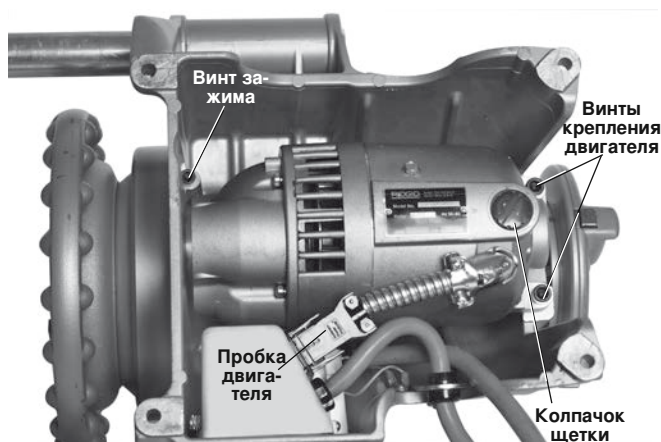

Рис. 32 — Снятие крышки электродвигателя/замена щеток
3. Установите станок на чистом и устойчивом верстаке. Переверните станок, чтобы получить доступ к нижней части (рис. 32).